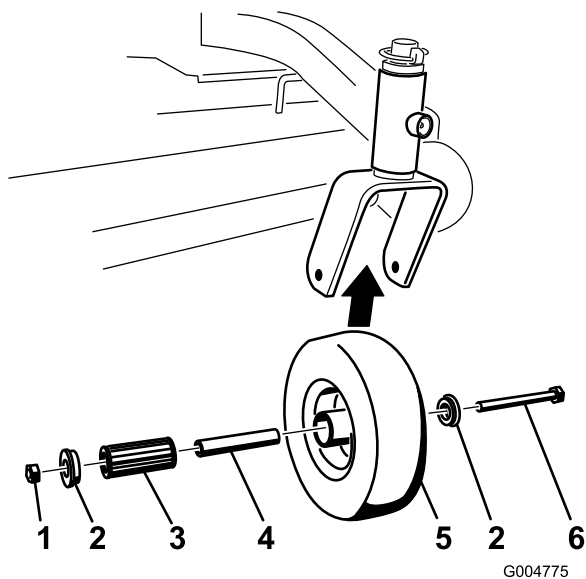

Figure 34
1. Enlevez le contre-écrou et le boulon de fixation de la roue pivotante à la chape (Figure 34).
2. Enlevez une bague, puis sortez la douille pour clé et le roulement à rouleaux du moyeu de roue (Figure 34).
3. Enlevez l'autre bague du moyeu, puis nettoyez la graisse et les saletés éventuellement présentes dans le moyeu (Figure 34).
4. Examinez l'usure du roulement à rouleaux, des bagues, de la douille pour clé et de l'intérieur du moyeu. Remplacez les pièces endommagées ou usées (Figure 34).
5. Pour le remontage, placez une bague dans le moyeu de la roue. Lubrifiez le roulement à rouleaux et la douille pour clé, et insérez-les dans le moyeu. Mettez la deuxième bague dans le moyeu (Figure 34).
6. Montez la roue pivotante dans la chape à l'aide du boulon et du contre-écrou. Serrez le contre-écrou jusqu'à ce que la base de la douille pour clé soit en appui contre l'intérieur de la chape (Figure 34).